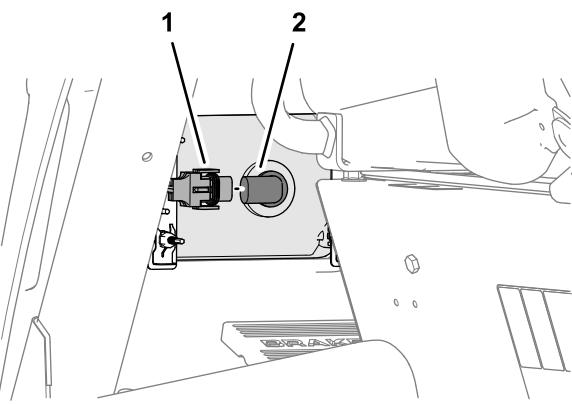

**Bild 141**
4. Montieren Sie den unteren Flansch der Haube mit vier Eindrückbefestigungen an der Maschine (**Bild 141**).
5. Befestigen Sie den Flansch mit zwei Bundkopfschrauben (5/16" x 3/4") an der Maschine (**Bild 141**).